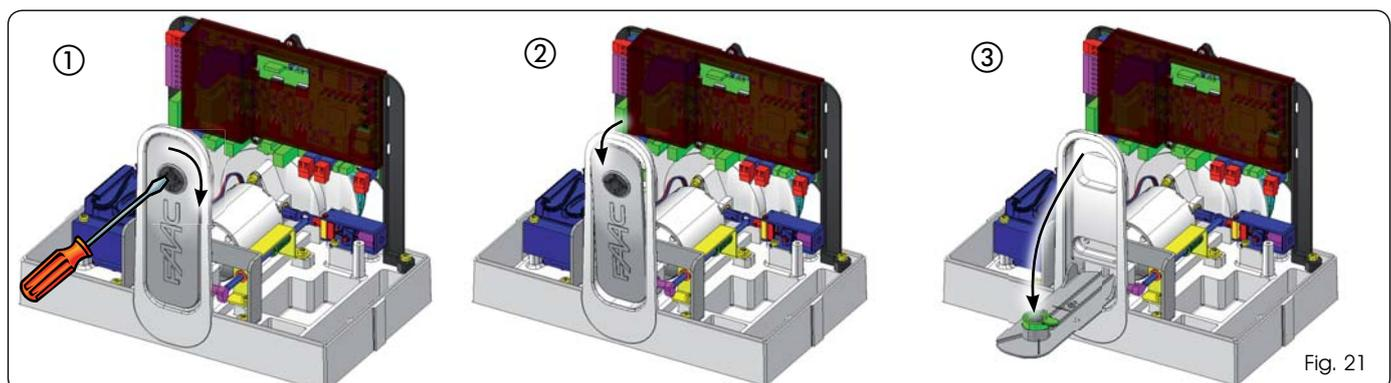

Fig. 21
1. Ruotare lo sblocco in senso orario come indicato in Fig. 21 rif. ①. La leva di sblocco si discosterà leggermente dal corpo operatore (Fig. 21 rif. ②).
2. Abbassare completamente la leva di sblocco sino all'arresto meccanico, Fig. 21 rif. ③.